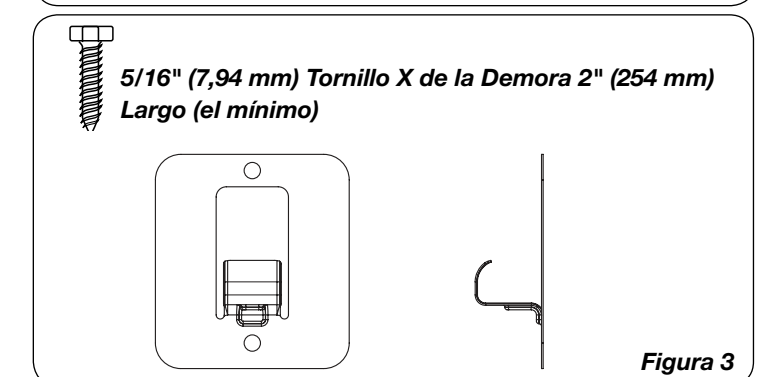

Figura 3
3. Abroche paréntesis de pared a montar superficie que utiliza 2 cierres calibrados apropiados. Taladre hoyos pilotos como sea necesario. (Vea la Figura 3).